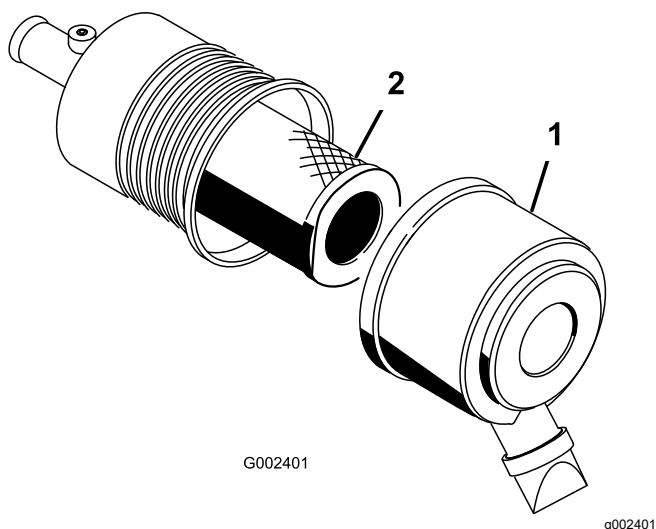

図 54
- エアクリーナのカバーをボディーに固定しているラッチを外す 図 54。
- エアクリーナのカバーからカバーを外す (図 54)。
- フィルタを取り外して交換する (図 54)。